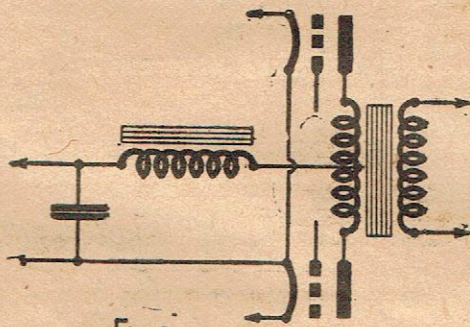
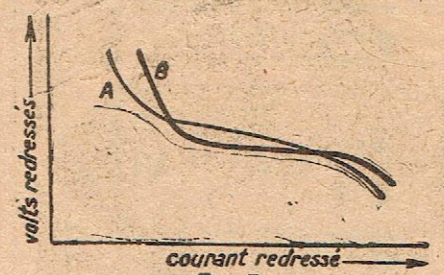

Fig. 5
Fig. 7
M.M. Fig. 5
Ainsi, on ne devra pas utiliser un dispositif de filtrage, tel que celui de la figure 5, mais bien celui de la figure 6. La courbe représentative de la tension redressée en fonction du courant redressé dans les deux cas, est donnée par la figure 7, la courbe A se rapportant au premier montage, et la courbe B au deuxième montage.